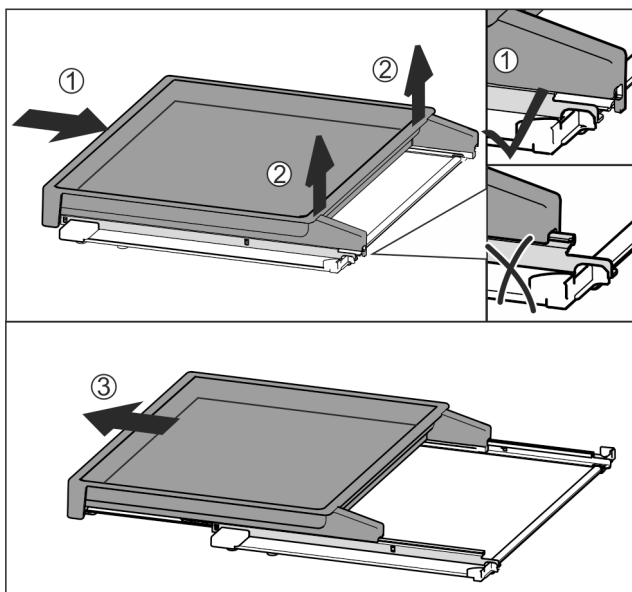

Fig. 61
- ▶ Vysouvací přihrádku zcela zasuňte Fig. 61 (1).
- ▶ Uvolněte západku na zadní straně Fig. 61 (2).
- ▶ Vysouvací přihrádku vyjměte směrem dopředu Fig. 61 (3).